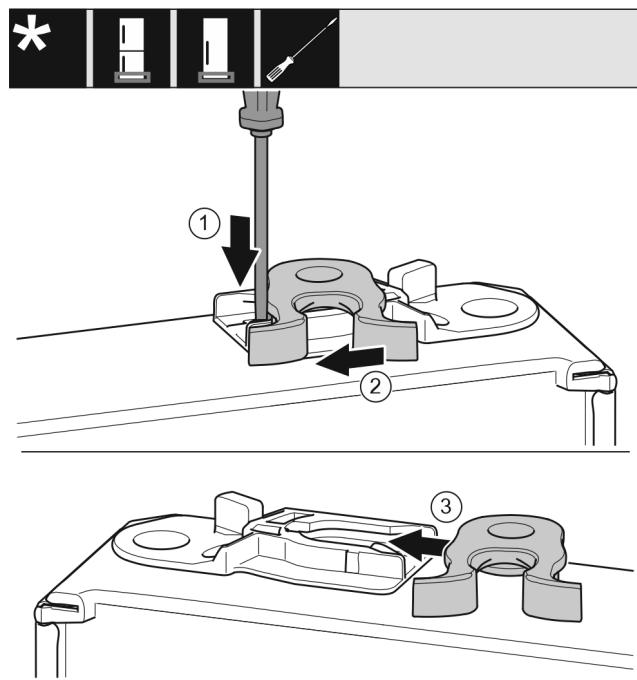

Fig. 20
- Plochým skrutkovačom zatlačte sponu Fig. 20 (1) nadol.
- Vytiahnite zatvárací hák Fig. 20 (2) z vedenia.
- Zasuňte zatvárací hák Fig. 20 (3) na druhej strane do vedenia.